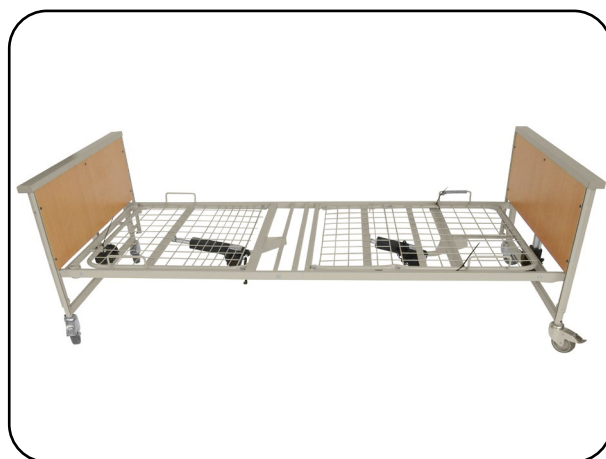

Abb. 6.1.04 - montierte Betthälften in Gebrauchslage
5. Heben Sie nun die beiden Liegeflächenhälften in der Mitte an und stecken Sie die Liegeflächenhälften zusammen (Abb. 6.1.04). Drehen Sie die restlichen zwei Flachkopfschrauben ein und ziehen Sie anschließend alle Flachkopfschrauben mit dem beiliegenden Innensechskantschlüssel (5 mm) fest.